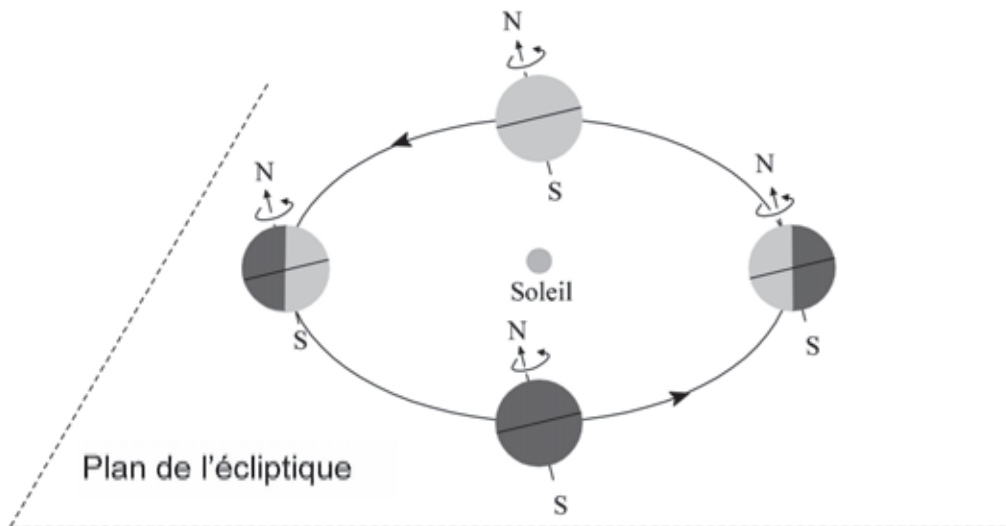

Figure 13.- Mouvement de la Terre autour du Soleil
43. Dans une ressource pédagogique pour le cycle 3, on trouve le schéma de la Figure13.